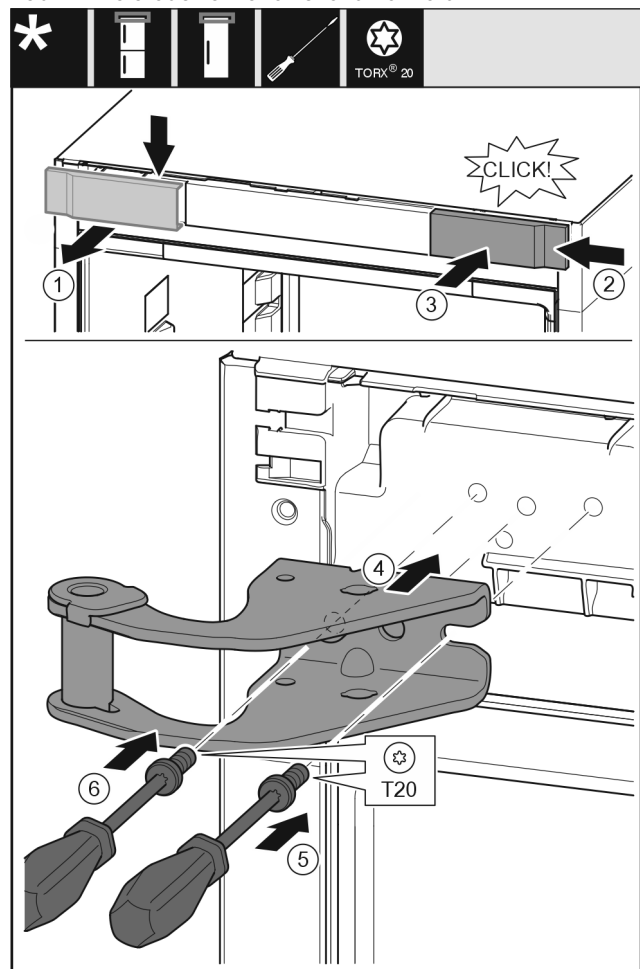

Fig. 9
- ▶ Odoberte kryt zhora dopredu. Fig. 9 (1)
- ▶ Kryt zaveste na druhú stranu sprava otočený o 180°. Fig. 9 (2)
- ▶ Kryt zaklapnite. Fig. 9 (3)
- ▶ Nasadte hornú ložiskovú konzolu. Fig. 9 (4)
- ▶ Skrutku nasadte a pevne zaskrutkujte skrutkovačom T20. Fig. 9 (5)
- ▶ Skrutku vložte a pevne zaskrutkujte skrutkovačom T20. Fig. 9 (6)